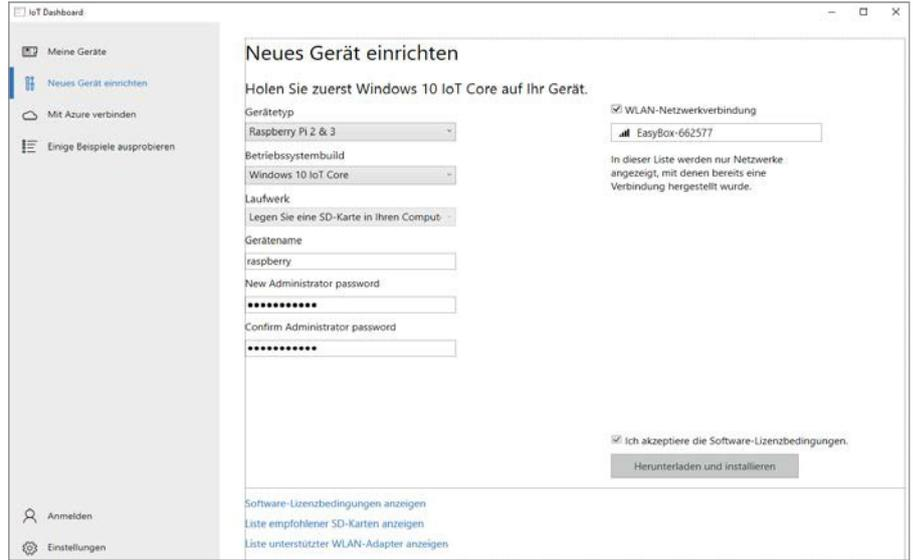

Abb. 3: Installation von Windows 10 IoT auf der SD-Karte.
3. Installation: Bereiten Sie die SD-Karte zur Installation von Windows 10 IoT vor. Starten Sie dazu das Dashboard und wählen Sie den Menüpunkt <Neues Gerät einrichten> (Bild 3). Wählen Sie den richtigen Gerätetyp (Raspberry Pi 2) und das Ziellaufwerk. In diesem Fall die Speicheradresse der SD-Karte. Hilfreich: Sie können Ihr aktuelles WLAN-Profil direkt mit auf die SD-Karte schreiben. Nach dem Sie einen Namen für den Raspberry Pi und ein neues Administratoren-Kennwort vergeben haben, akzeptieren Sie noch die Lizenzbedingungen und starten den Download. Das Beschreiben der SD-Karte erfolgt komfortabel aus dem Dashboard, d.h.